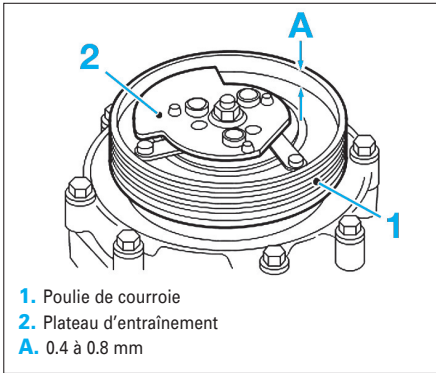

Fig. 10
• Vérifier l'entrefer A entre le plateau d'entraînement et la poulie à intervalles de 60° sur sa circonférence, en faisant fonctionner l'embrayage de climatisation plusieurs fois au moyen d'un fil volant protégé par un fusible de 5 A branché entre le pôle positif de la batterie, l'embrayage de climatisation et la masse de la batterie (Fig.10).